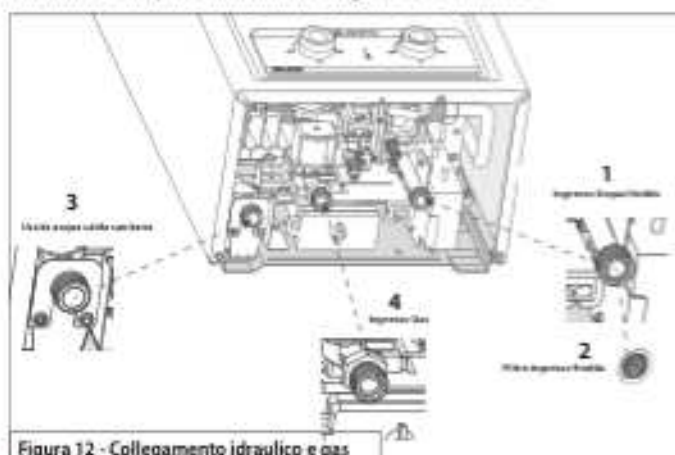

Figura 12 - Collegamento idraulico e gas
- Controllare se il filtro dell'acqua (vedi *Figura 12 - 2*) è assemblato nella connessione dell'acqua dell'apparecchio